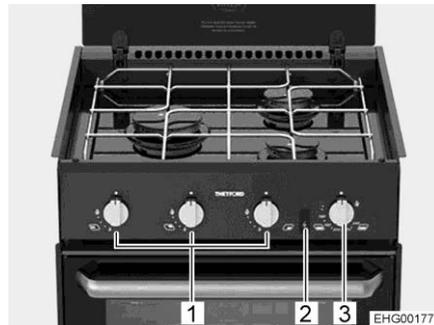
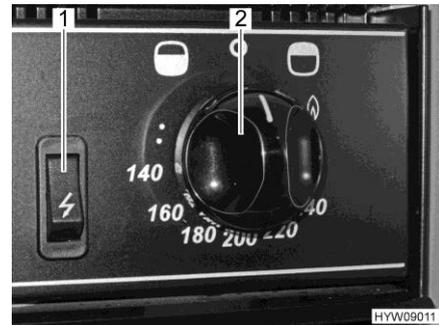

Bild 129 Herd mit Gaskochplatten
Bild 130 Bedienelemente (Gasbackofen mit Grill)
- Drehregler (Bild 129,1) der gewünschten Brennstelle drücken, auf Zündposition (große Flamme) drehen und gedrückt halten, bis die Flamme brennt (maximal 15 Sekunden lang).
- Drehregler (Bild 129,3 und Bild 130,2) drücken und entgegen dem Uhrzeigersinn (in Richtung Backofen-Symbol "👤") auf maximale Einstellung stellen.
- Drehregler (Bild 129,3 und Bild 130,2) drücken und 5 bis 10 Sekunden lang gedrückt halten. Es strömt Gas zum Brenner.
- Zündschalter (Bild 129,2 und Bild 130,1) so lange drücken, bis die Flamme brennt.
- Drehregler (Bild 129,3 und Bild 130,2) drücken und im Uhrzeigersinn (in Richtung Grill-Symbol "👤") auf das Flammensymbol stellen.
- Zündschalter (Bild 129,1 und Bild 130,1) so lange drücken, bis die Flamme brennt.
- Drehregler (Bild 130,2) auf "O" drehen. Die Flamme erlischt.